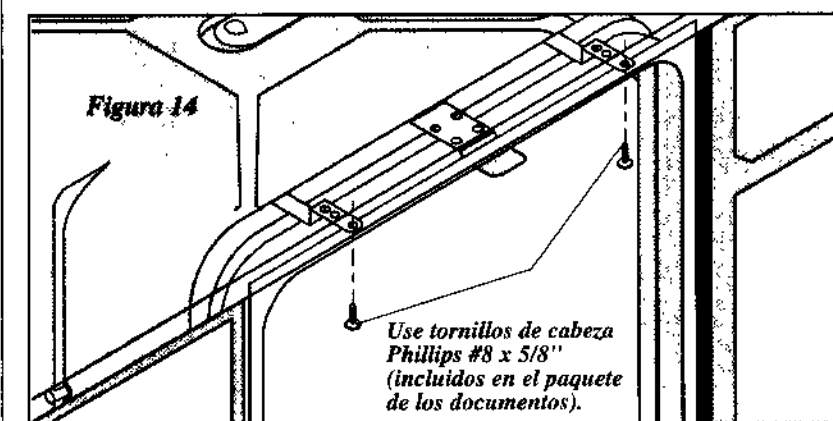

Figura 14
1. Ajuste los niveladores (ver Paso 5) de modo que los soportes de montaje toquen el lado inferior del mesón. **IMPORTANTE: El lavavajillas debe descansar en el piso—no debe colgar del mesón.** Ver Figura 14.